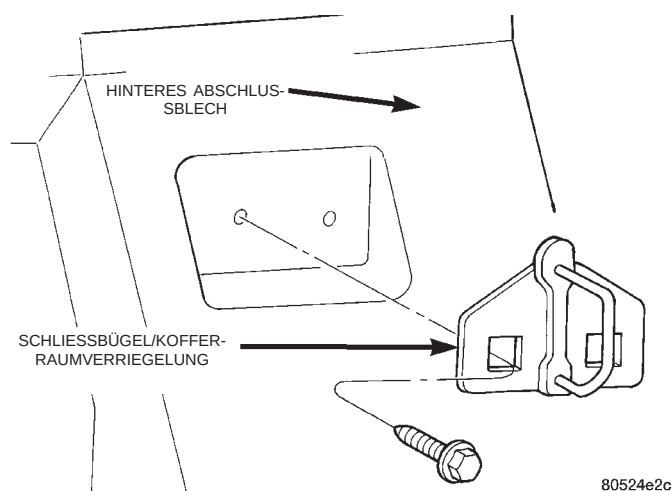

Abb. 72 Schließbügel der Kofferraumverriegelung
(1) Kofferraum entriegeln und Kofferraumdeckel öffnen.
(2) Zur Erleichterung des Einbaus den Umfang des Schließbügels der Kofferraumverriegelung am hinteren Abschlußblech markieren.
(3) Befestigungsschrauben lösen, mit denen der Schließbügel der Kofferraumverriegelung am hinteren Abschlußblech befestigt ist (Abb. 72).
(4) Schließbügel aus dem Fahrzeug nehmen.